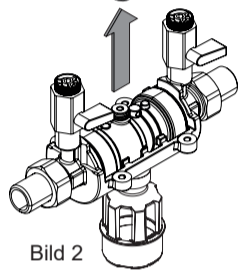

Bild 2
- Lyft bort locket på ventilhuset (Bild 2).